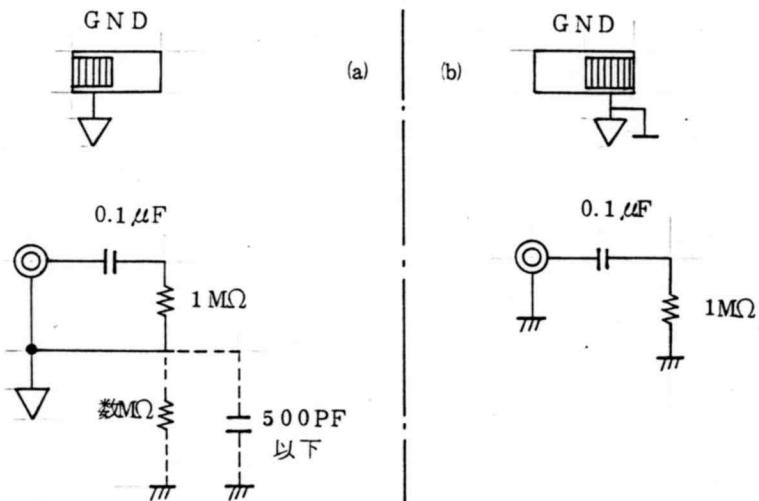

図 4-9 GNDスイッチの効果(不平衡入力)
1. GNDスイッチを \downarrow 印の側にします。(図 4-9 の(a)の状態)